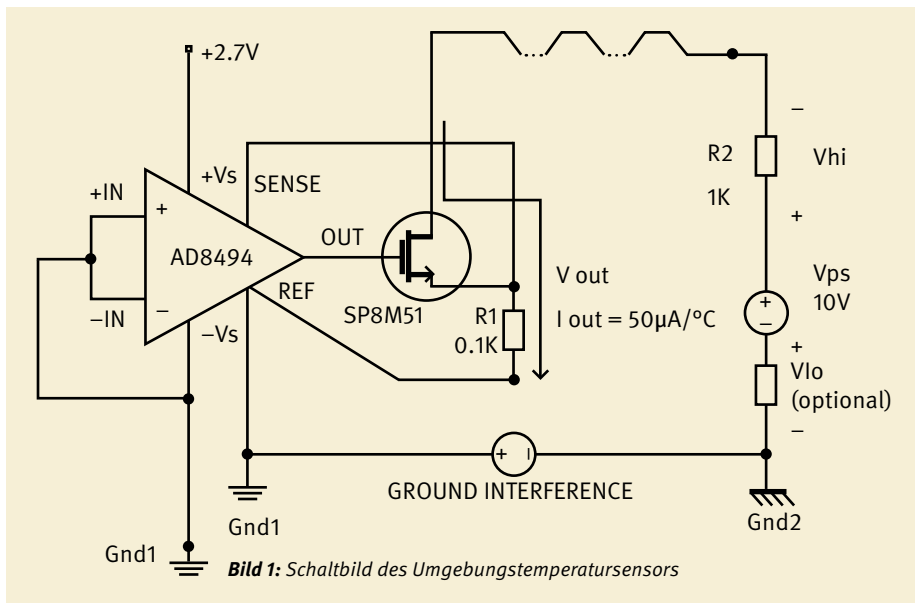

Bild 1: Schaltbild des Umgebungstemperatursensors
Kernstück der in Bild 1 gezeigten Schaltung ist der Thermoelement-Verstärker AD8494, der als eigenständiges Thermometer mit einer Ausgangsempfindlichkeit von 5 mV/°C arbeitet. Legt man beide Eingänge des Bausteins an Masse, wird die Thermoelement-Sensorfunktion außer Betrieb gesetzt und der Chip gibt eine Spannung aus, die proportional zur Temperatur des im Chip integrierten Sensors ist (TA). Diese Ausgangsspannung wird präzise in einen Strom umgewandelt und anschließend mit dem MOSFET und den Präzisionswiderständen R1 und R2 mit einem vorgegebenen Verstärkungsfaktor wieder in eine Spannung umgesetzt.
dung des MOSFET nachdenken. Als Temperatursensor mit unipolarer Versorgungsspannung deckt die in Bild 1 gezeigte Schaltung einen Messbereich von 0 bis 125 °C ab und erreicht dabei eine Genauigkeit von 50 μA/°C ($R1 = 100 \text{ } \Omega$).